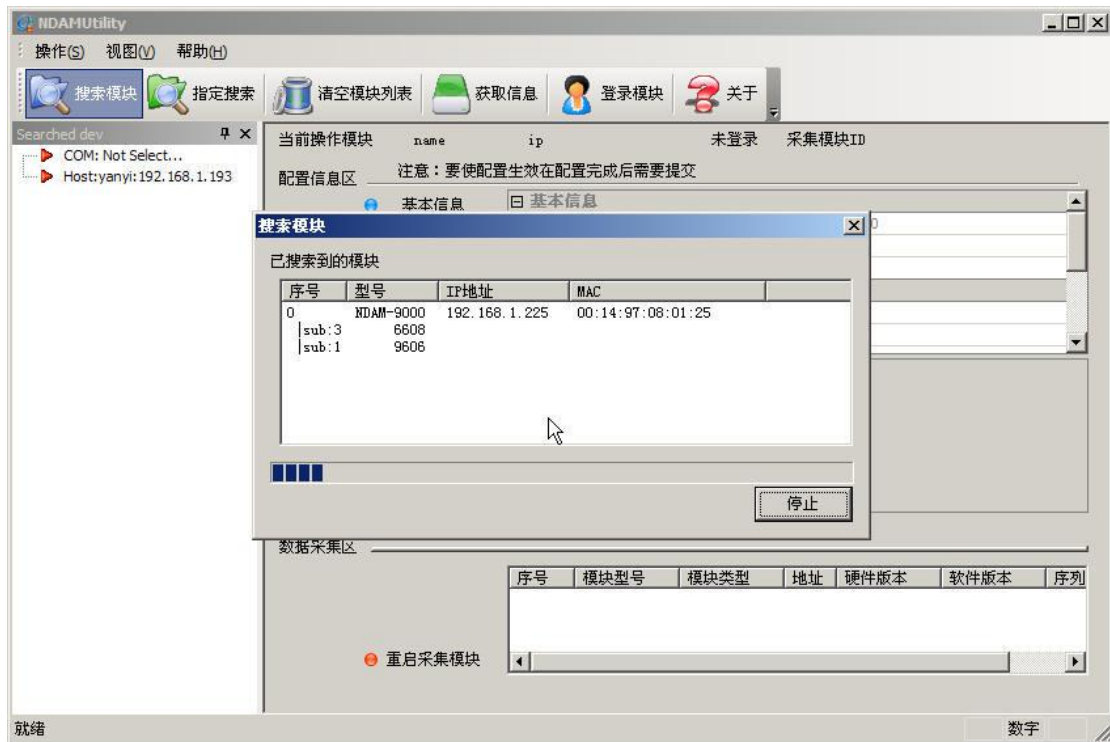

图 4.3 搜索设备
- 2) 单击界面上的“搜索设备”按钮，通信链路选择“以太网”，点击“确认”进行设备搜索，如图 4.3 所示。